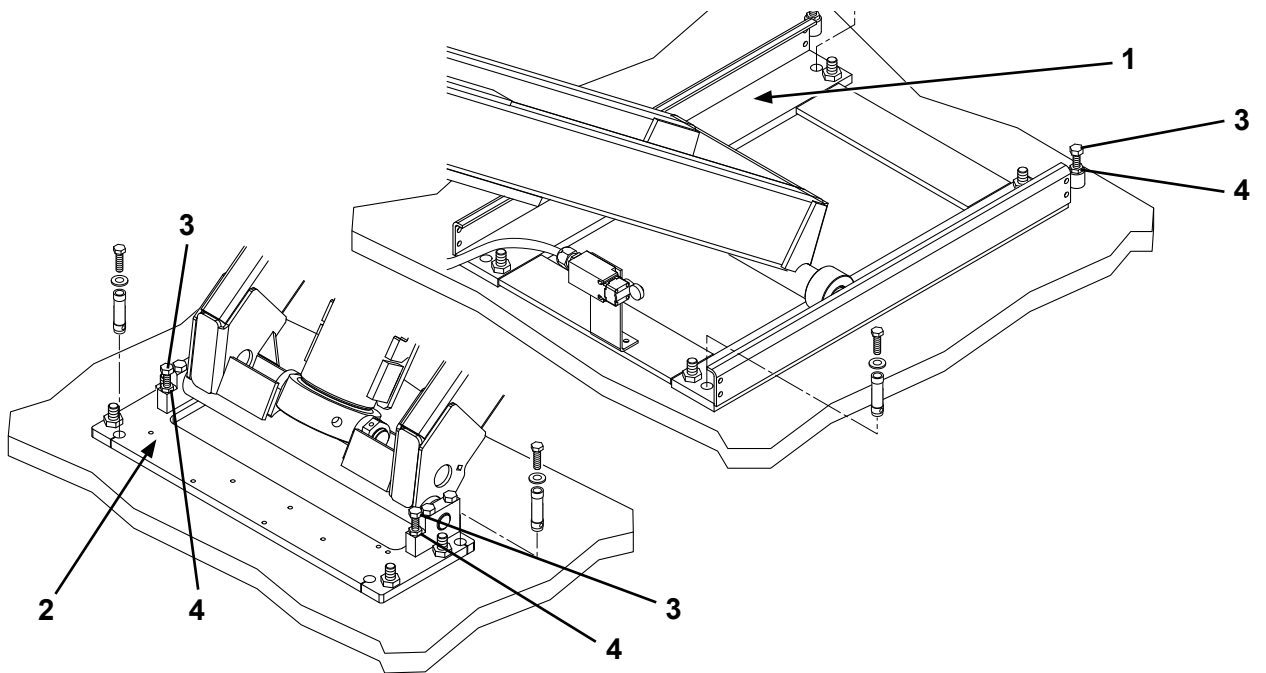

Fig. 21
- Verificare la planarità sulle piastre di appoggio (1) e (2) (Fig. 21).
- Se necessario agire sulle viti di registro (3) e provvedere ad un adeguato spessoramento delle piastre (1) e (2).
- Al termine della regolazione serrare i controdadi (4) delle viti (3).
- Check planarity on the support plates (1) and (2)(Fig.21).
- If necessary, operate on the adjustment screws (3) and provide appropriate shims for the plates (1) and (2).
- After the adjustment, tighten the lock nuts (4) of screws (3).
- Überprüfen Sie die Ebenheit auf den Auflageplatten (1) und (2) (Abb.21).
- Betätigen Sie ggf. die Einstellschrauben (3) und unterlegen Sie entsprechend die Platten (1) und (2).
- Ziehen Sie nach der Einstellung die Kontermuttern (4) und die Schrauben (3) fest.
- Vérifier la planéité sur les plaques d'appui (1) et (2) (Fig.21).
- Le cas échéant, intervenir sur les vis de réglage (3) et veiller à ce que les plaques (1) et (2) soient dûment calées.
- À la fin du réglage, serrer les contre-écrous (4) des vis (3).